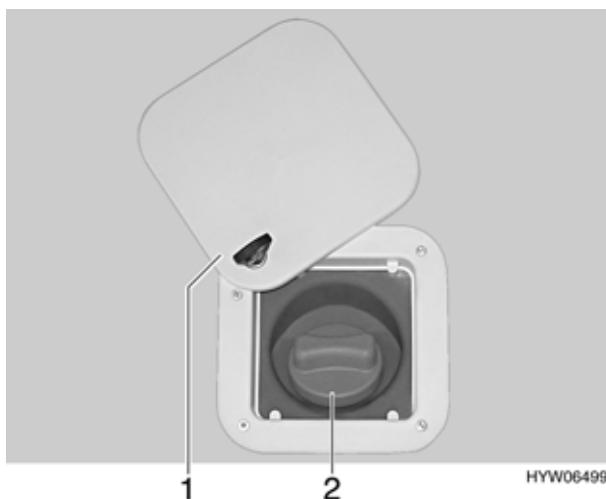

Fig. 141 Coperchio per bocchettone di riempimento del serbatoio dell'acqua potabile (variante 1)
- Aprire la serratura e girare verso l'alto lo sportello esterno (Fig. 141,1) (vedi capitolo 5).
- Girare il coperchio blu (Fig. 141,2) in senso antiorario di un quarto di giro.
- Aprire il bocchettone di riempimento del serbatoio dell'acqua potabile (Fig. 141 oppure Fig. 142) posto sulla parete esterna dell'autocaravan.